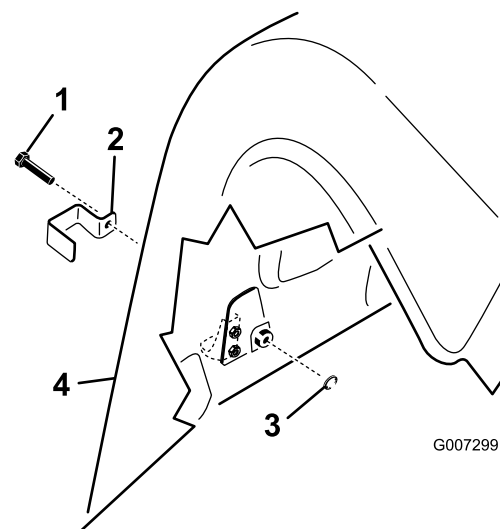

Figura 18
2. No modelo ProCore 1298, instale um suporte do bloqueio por cima de todos os fechos do capot inferior traseiro e do fecho do capot superior exterior nas coberturas traseiras direita e esquerda com um parafuso de cabeça hexagonal (3 por cada cabeça de perfuração, 6 no total); consulte a Figura 18).
3. Utilizando um alicate ou uma chave ajustável, aperte uma anilha de bloqueio interna em cada parafuso (1 a 2 roscas) para prender o fecho (Figura 18).
1. No modelo ProCore 864, instale um suporte do bloqueio por cima do capot traseiro inferior esquerdo e direito e dos fechos do capot superior com um parafuso de cabeça hexagonal (4 no total); consulte Figura 18.